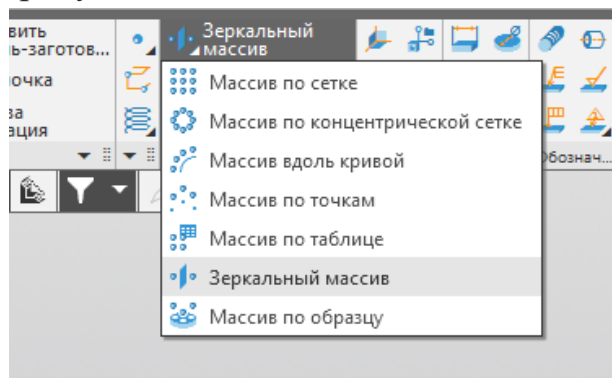

Рисунок 53 - Выбор команды *Зеркальный массив*
- Выберите на панели инструментов *Массив, копирование* команду *Зеркальный массив* (рисунок 53). В окне модели укажите элементы для копирования, как показано на рисунке 54.